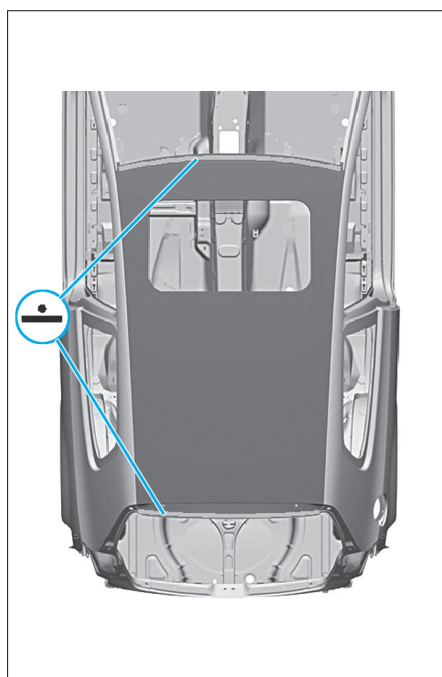

FIG. 126
- Souder le toit à l'avant dans la baie de pare-brise et dans la baie de hayon à la poutre électrique (Fig.126).